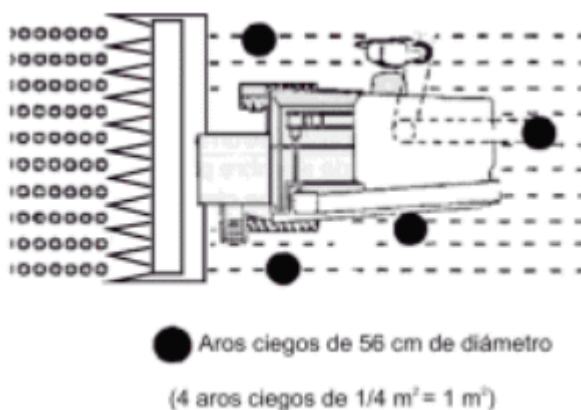

Figura 2. Evaluación de pérdidas por cola y por desgrane del cabezal en Maíz. INTA PRECOP.
a) Pérdidas por cola: En la misma zona donde se evalúa la precosecha, se arrojan cuatro aros ciegos después del paso del cabezal y antes que caiga el material por la cola, uno debajo del cajón de zarandas y los otros tres en el resto del ancho de trabajo del cabezal (Figura 2).
b.1) Pérdidas por desgrane: se determinan recogiendo el material situado debajo de los cuatro aros ciegos anteriores (Figura 2). En el caso del Maíz, este material representa las pérdidas por desgrane del cabezal. Este tipo de pérdida es provocado cuando la espiga toma contacto con los rolos espigadores, al haber una inadecuada (excesiva), separación de las placas espigadoras (Tabla 2).